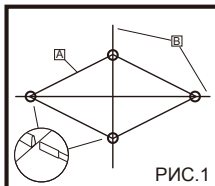

РИС.1
2. Полностью вставьте шести <B1> в направляющие. (РИС.1)